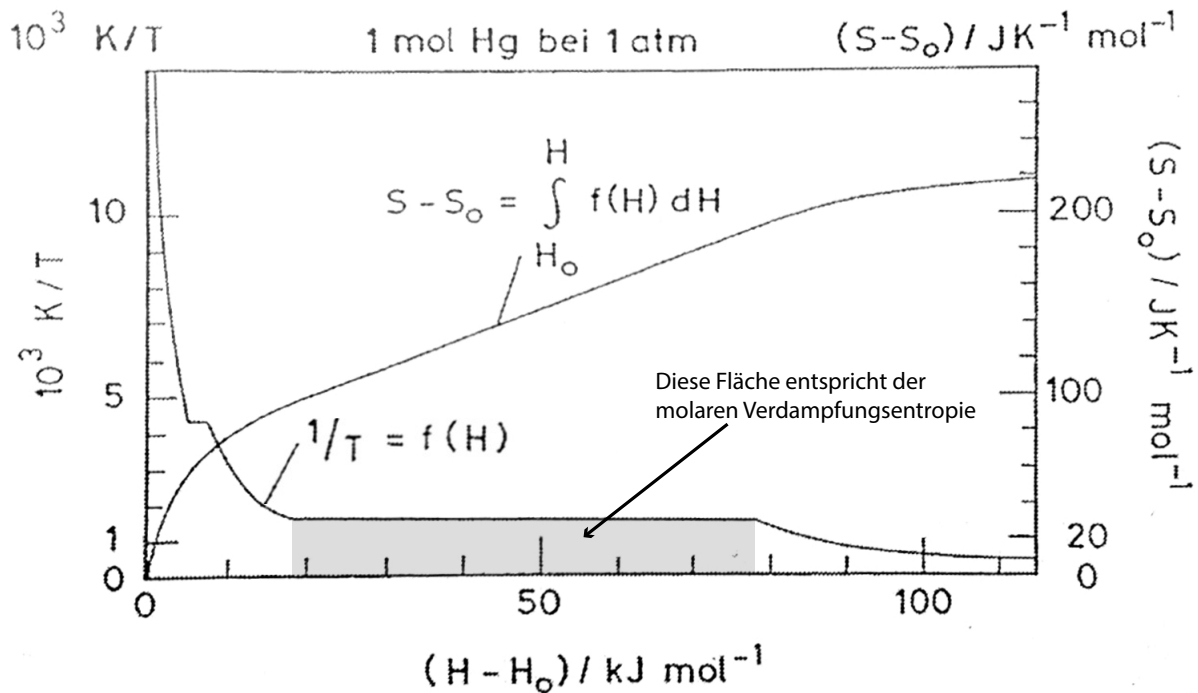

Abbildung 4-2: Temperatur-Enthalpie-Entropie-Diagramm
- d) Die inverse Temperatur ($1/T$) als Funktion der Enthalpie des Quecksilbers ist in Abbildung 4-2 dargestellt. Die Umwandlungsenthalpien sind hier ebenfalls direkt ablesbar. Diese Darstellung erlaubt die Entropie aus der Graphik abzulesen. Beachte: In der Thermodynamik sind $\frac{1}{T}$ -Abhängigkeiten (inverse Proportionalität) sehr häufig.